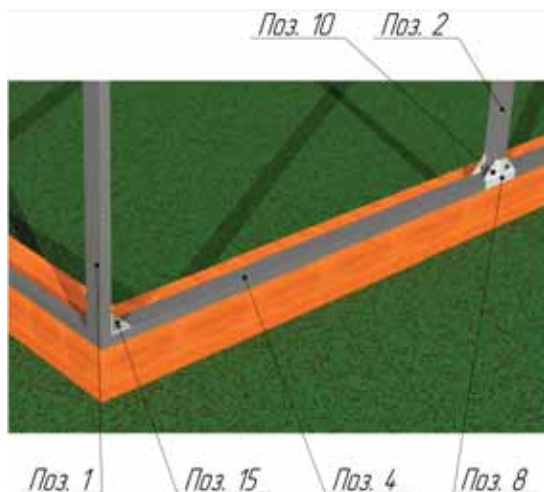

Рис. 6. Монтаж торцов с форточкой и дверью и нижнего основания
4. Соединить Поз.1 и Поз.4 с помощью оцинкованных уголков 40х40х40мм. (Поз.15). Закрепить на брусья саморезами или гвоздями (в комплект поставки не входят). Установить дуги (Поз.2) с помощью Поз.8 на Поз.4 (рис. 6).